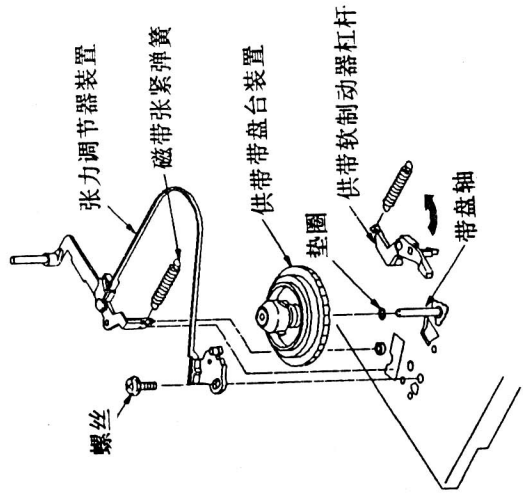

图47
- (10)磁带盘台的拆装
步骤: ①如图47所示,从张力调节器装置上取下磁带张力弹簧,并取下机构副电路板;
- ②卸下螺丝,然后拆下张力调节器装置;
- ③向上取出供带盘台装置,注意在按箭头所示的方向释放供带软制动器杠杆时,不要丢失垫圈;
- ④用清洁工具清洗带盘轴之后,滴1~2滴润滑油;
- ⑤当供带盘台装置重新安装到走带机构上时,应将垫圈重新放回带盘轴上去;
- ⑥用清洁工具清洁齿轮柱，并加注1~2滴油；
- ⑦当更换直接传动齿轮装置和安装齿轮杠杆时，应将垫圈重新安装到齿轮柱上；
- ⑧在杠杆柱上涂上润滑油，按拆卸时相反的顺序安装。
- ①当插入止动环(2)时，要撑住齿轮柱的下侧；
- ②安装齿轮杠杆弹簧时，要注意挂钩的方向；